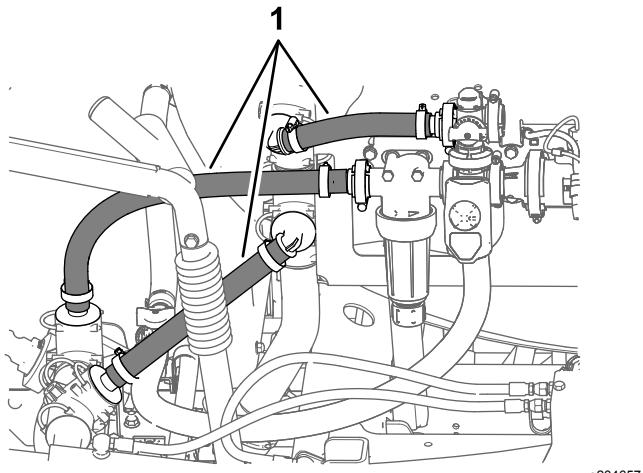

Figura 3
- Retire os três tubos como se mostra na Figura 3.